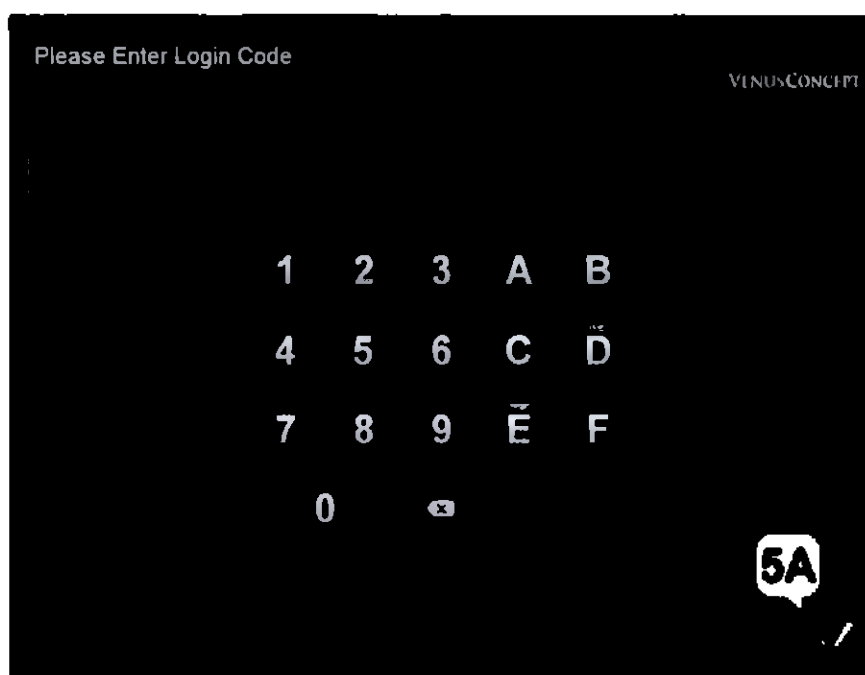

Рис. 5-9: Экран установки кода
5. Кнопка установки кода входа в аппарат: при помощи этой кнопки можно изменить код доступа к экрану процедур. При нажатии кнопки Установка кода откроется экран (см. рис. 5.9). Смена кода производится следующим образом: